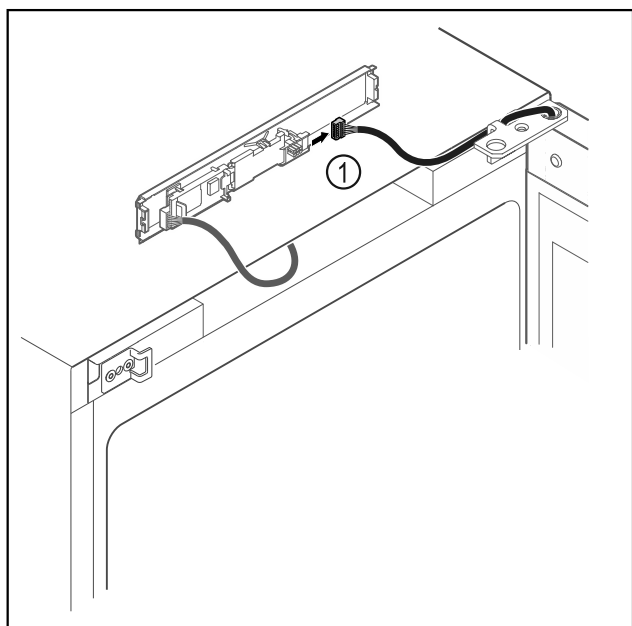

Fig. 18
- ▶ Odvojite utikač Fig. 18 (1) od tiskane pločice.